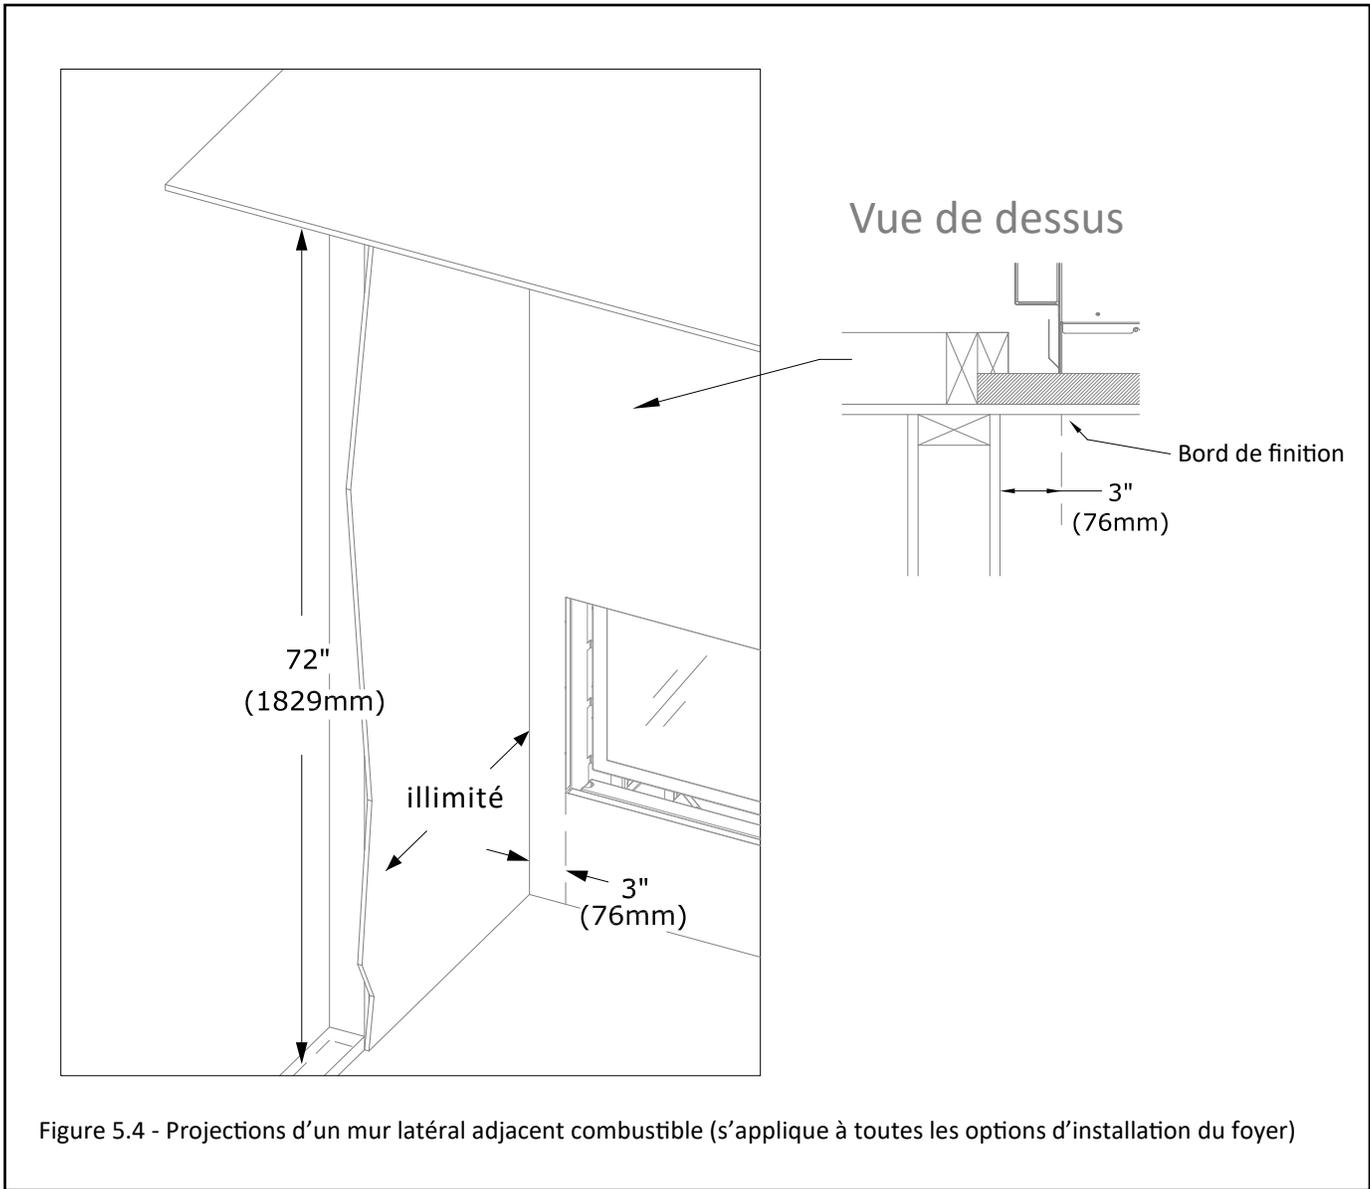

Figure 5.4 - Projections d'un mur latéral adjacent combustible (s'applique à toutes les options d'installation du foyer)
- Montants (piédroits) du manteau : Voir la Figure 5.4 et le paragraphe «Dégagements aux murs latéraux combustibles» de la Section 5.1.2 ci-dessous.
- Dégagements aux murs latéraux combustibles : Le dégagement minimum des côtés du foyer aux murs latéraux adjacents est de 3 po (76 mm) et à cette distance, les murs latéraux peuvent être de longueur illimitée. Voir la Figure 5.4.
La Figure 5.4 montre qu'avec un dégagement minimum de 3 po (76 mm) du bord de finition latéral du foyer, la projection d'un mur latéral adjacent combustible peut être illimitée.